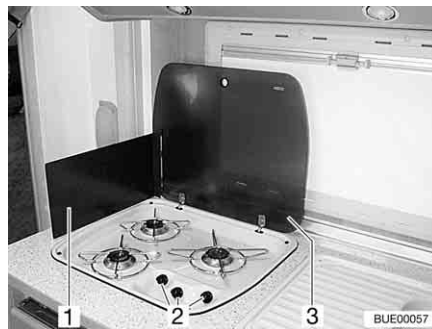

Bild 184 Gasspis
- Öppna gasspisens lock (Bild 184,3).
- Fäll upp eller ställ upp flamskyddsplåten (Bild 184,1), beroende på modell.
- Vrid vridregulatorn (Bild 184,2) till önskad låga till tändningsläge (stor låga).